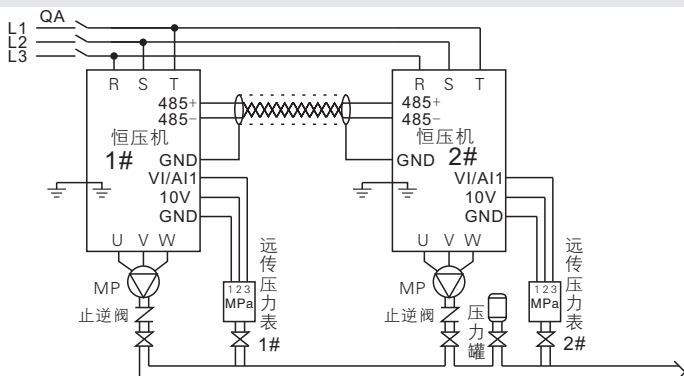
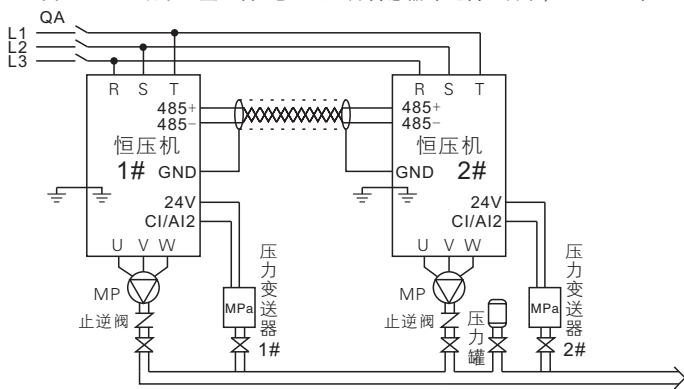

图3-5-1A 双泵互主互备-电压型压力传感器 (远传压力表,F0.03=0)
图3-5-1B 双泵互主互备-电流型压力传感器 (压力变送器,F0.03=1)
- ①先接主回路输入端 (三相: R、S、T, 单相: R、T) 输出端 (U、V、W)到异步电机)
- ②再将压力传感器的信号线连接到智能恒压机, 连接电压型远传压力表参照图3-5-1A, 连接电流型压力变送器参照图3-5-1B。
- ③通信线连接, 用双绞屏蔽线将两台智能恒压机端子485+、485-同名端子对应连接。
- ① 供电后，将F0.00设置0为手动模式，按运行键查看水泵叶轮旋转方向是否正确，若方向反转，断电后将电机线任意两相对调即可。
- ② 首次启动，可使用手动模式给水泵、管道排气。
- ① 设置压力传感器最大量程F0.04（参见下表F0.04说明）。
- ② 在手动模式下启动查看恒压机上的反馈压力是否与实际压力一致，长按▲键或▼键增加或减少水泵转速观察反馈压力是否同时改变一致，若一致，说明压力传感器接线正确。（观察1#泵）
- ① 首次启动或遗忘参数时，恢复厂家参数（F0.28设置“1”确定）
- ② 按照3.5.3参数设置表，逐项进行设置。F0.01~F0.04参数仅需在主机泵设置（双主机需要在1号、2号机分别设置参数）